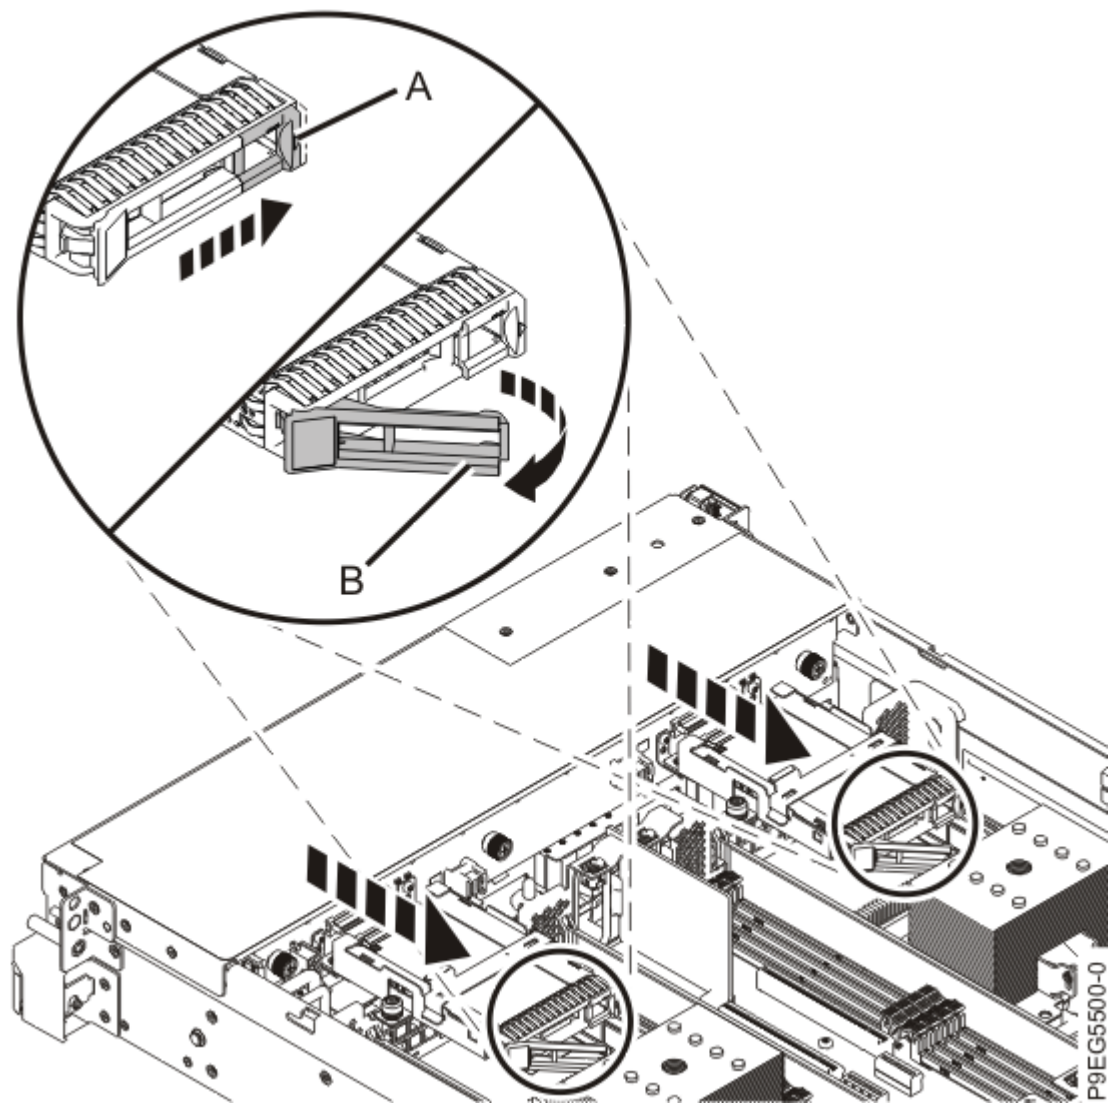

Abbildung 7. Laufwerk entriegeln
- b) Drücken Sie die Laufwerkrückhaltezung (A), um den Laufwerkhebel (B) zu lösen (siehe Abbildung 7 auf Seite 9).